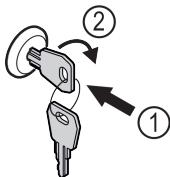

Fig. 105
- Вставьте ключ Fig. 105 (1).
- Поверните ключ на 90° по часовой стрелке Fig. 105 (2).